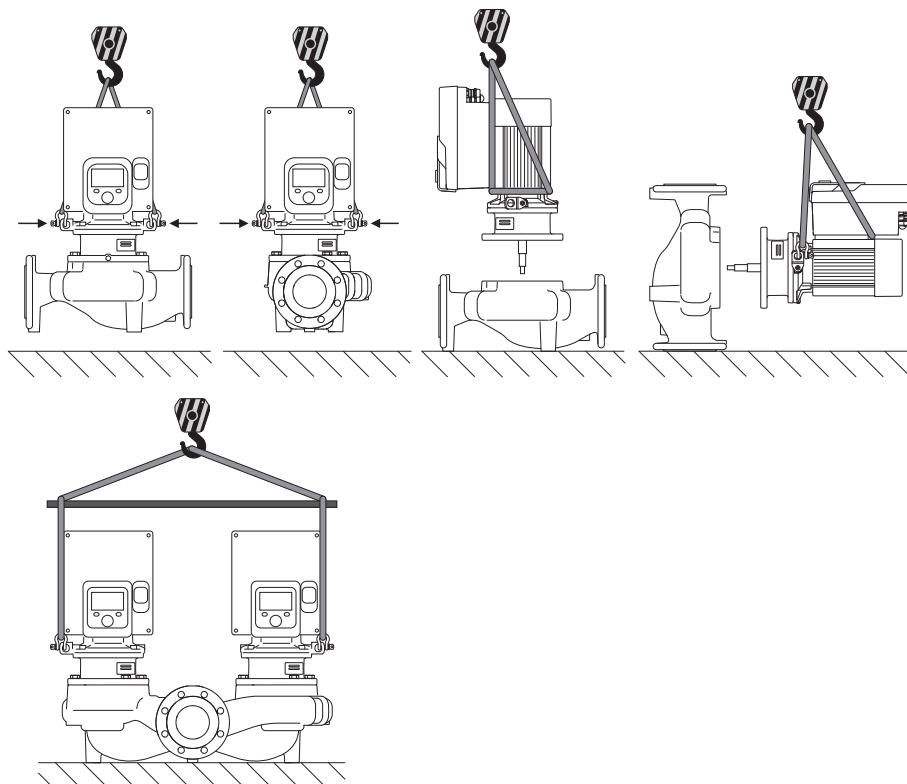

Fig. 6: Посока на повдигане
Транспортирането на помпата трябва да се извършва с разрешените товарозахващащи приспособления (напр. полиспаст, кран и др.). Товарозахващащите приспособления трябва да се закрепят към транспортните халки, които се намират на фланеца на мотора. Ако е необходимо, преместете подемните клупове под адаптерната платка (Fig. 6).
2. С цел обезопасяване затегнете окомплектовката (Fig. 4) с подходящи подемни приспособления към транспортните халки. За да предотвратите преобръщане на устройството, поставете халка на ремъка, съгл. Fig. 6, около мотора и адаптера на електронния модул. При закрепването внимавайте да не повредите електронния модул.